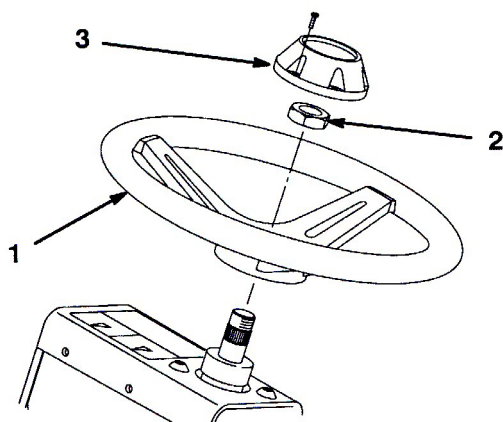

図7
2. ジャムナットで固定し（図7）、2.8～3.5 kg.m にトルク締めする。
3. キャップを取り付け、ネジで固定する（図7）。